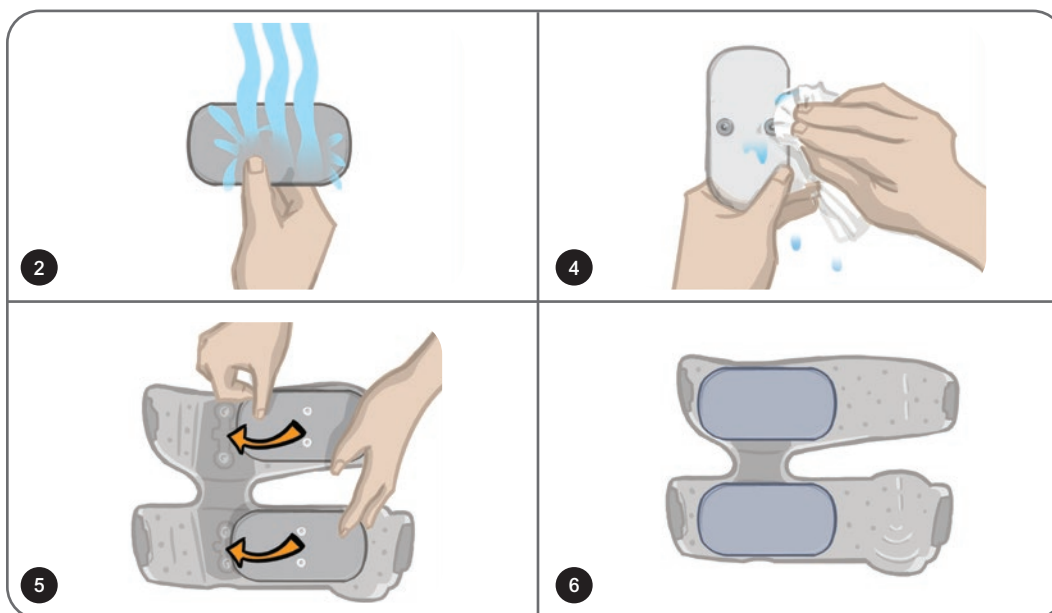

Figura 8-16: Posizionamento degli elettrodi Cloth per coscia
**Per posizionare gli elettrodi Cloth per coscia: (Figura 8-16).**